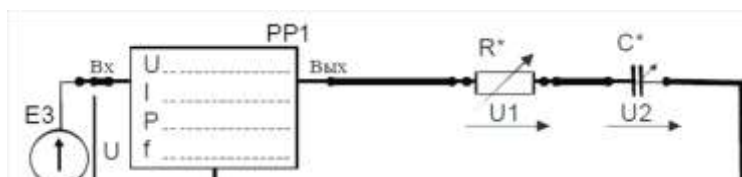

Рисунок 1
2. Собрать электрическую цепь с последовательным соединением резистора R^* и конденсатора C^* (рис. 1), используя элементы цепи в соответствии с заданным вариантом (табл. 1). В качестве резистора R^* использовать перестраиваемый резистор R10 в соответствующей позиции переключателя. У цифровых амперметров установить режим измерения переменного тока. Предъявить схему для проверки преподавателю.